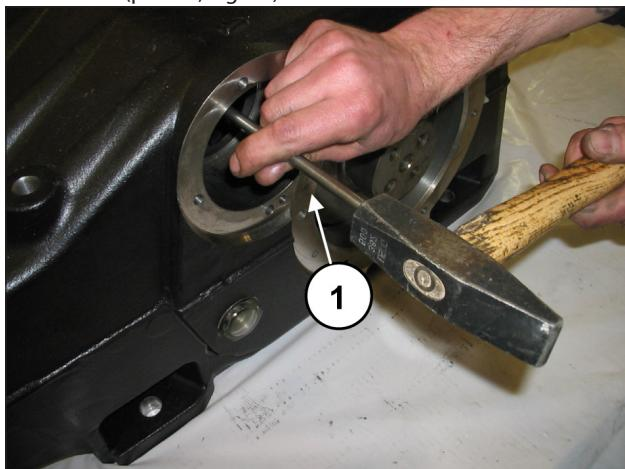
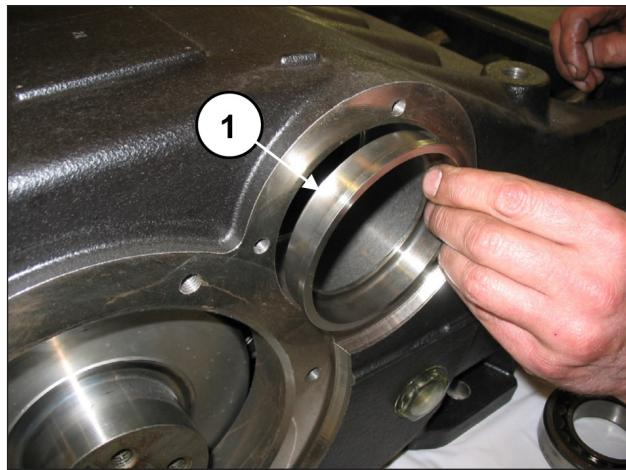
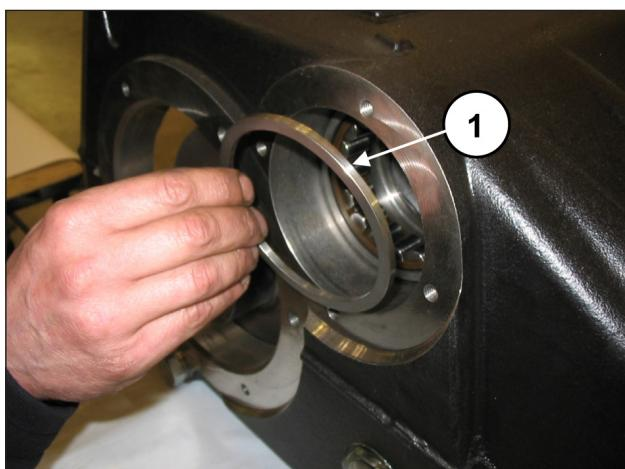

Fig. 34
Fig. 37
Fig. 36
Usando uma barra suficientemente longa (pos. ①, Fig. 34) e um martelo, extraia do cárter da bomba os anéis dos rolamentos (pos. ①, Fig. 35), o espaçador do rolamento externo (pos. ①, Fig. 36) e a bússola de lubrificação dos rolamentos (pos. ①, Fig. 37).